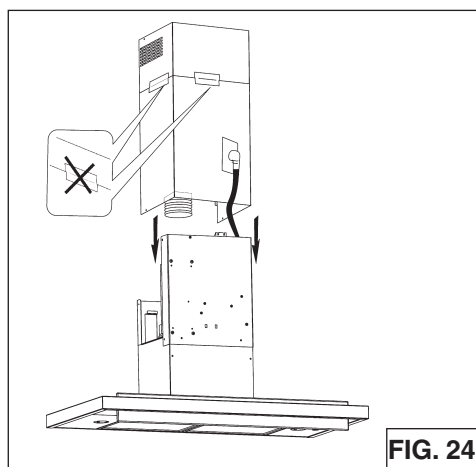

FIG. 24
10. Branchez le cordon électrique dans la prise de courant. Enlevez le ruban des conduits décoratifs et abaissez-le en place sur le hotte (Fig. 24).